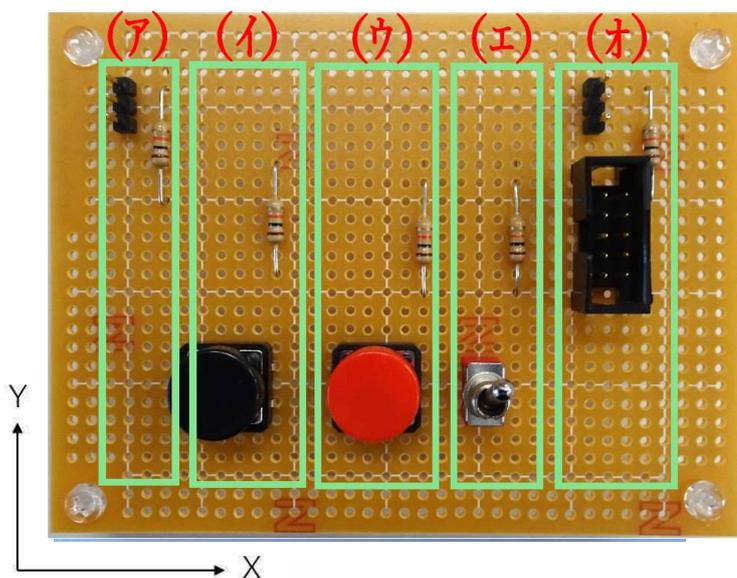

図2 入力回路基板① 部品配置図 (写真は仕様1の例)
- (a) 表1に示す支給部品・材料を使用して入力回路を設計し、設計製作回路（入力回路①）の提出用紙（A4版方眼紙）に作図する。定規・テンプレートは使用可。
- (e) 入力回路基板①から制御用コンピュータ④への出力は、タクトスイッチ（2個）、トグルスイッチ（1個）、ケーブルXで接続するフォトインタラプタ（1個）、ケーブルYで接続する測距センサ（1個）とする。
- (f) 製作は図2に示すような部品配置に従い製作する。抵抗と各スイッチ位置の上下関係は定めない。
- (j) 設計した回路を資料1「入力回路基板① はんだ付け基準」に基づき製作する。
- (l) 入力回路基板①と制御用コンピュータ④をケーブルAで接続する。
- (n) 部品の配置はおおよそ図2のように製作する。部品間のピッチ幅や位置関係の多少の相違点は問題ない。ただし、スイッチについては、図のように横方向に3個を並べることとする。